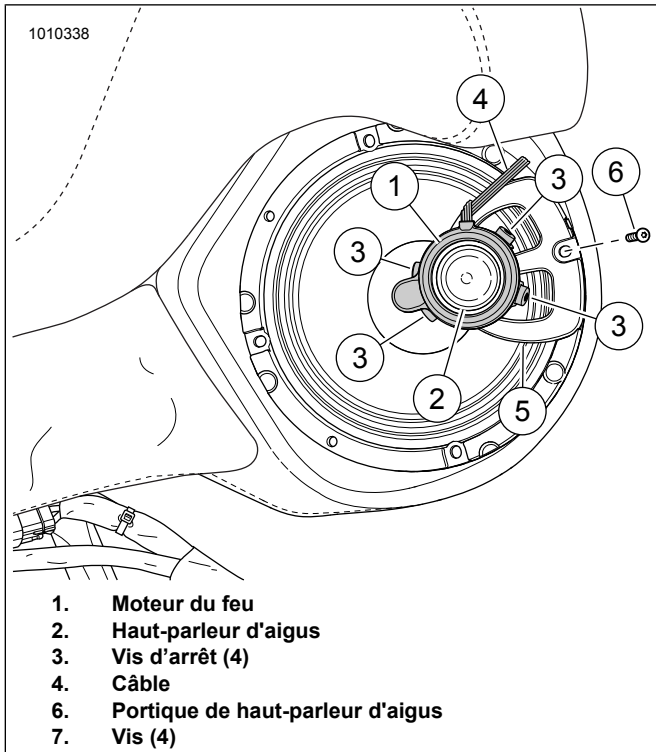

Figure 15. Haut-parleur, haut-parleur d'aigus, portique de haut-parleur d'aigus et feu DÉL
Voir la figure 15. Placer le moteur du feu (1) sur le haut-parleur d'aigus (2) comme illustré. Appuyer doucement sur le moteur du feu pour le mettre en place.